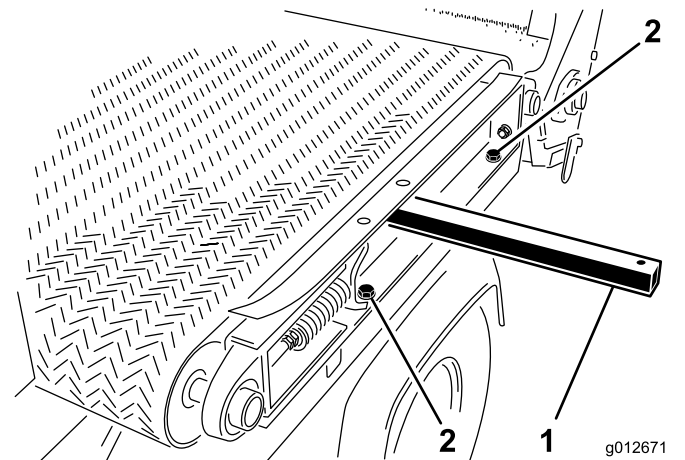

图 34
5. 在机器左侧卸下将滑行机架轨道固定至左挡泥板上的 2 个平头螺丝和 2 个垫圈图 34。
1. 将提升杆插入滑行机架轨道左侧的孔中提起提升杆以轻微倾斜机架轨道请参阅 拆除滑行滚道 \(页码 19\) 中的 图 34。